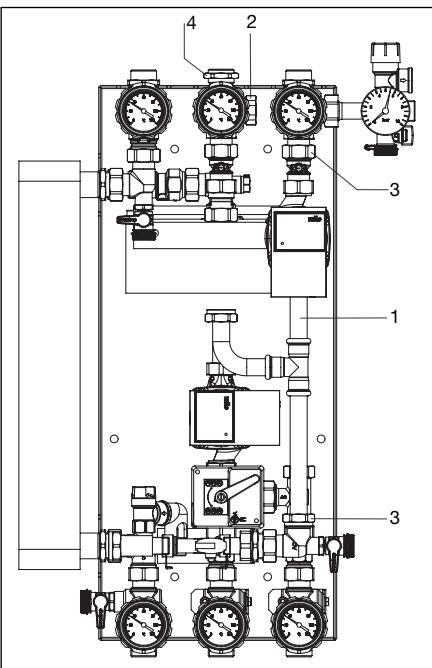

Fig. 5.2 Monter le circuit solaire secondaire
2. Monter les nouveaux composants du circuit solaire (fig. 5.2)
- Monter le circulateur (1) du jeu complémentaire.** Pour ce faire, monter le groupe circulateur et les joints en EPDM et serrer les écrous d'accouplement (3) à la main.
- Monter le robinet à tournant sphérique (2) du jeu complémentaire.** Pour ce faire, loger le groupe robinet à tournant sphérique dans le collier de l'embase et serrer le contre-écrou (4) à la main.